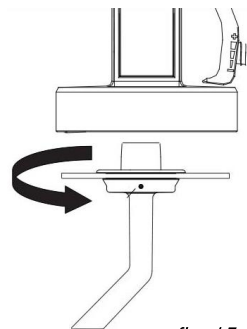

fig. 15
1. Dévissez le contenant et le tube d'aspiration avec le joint d'étanchéité du contenant (fig. 15).